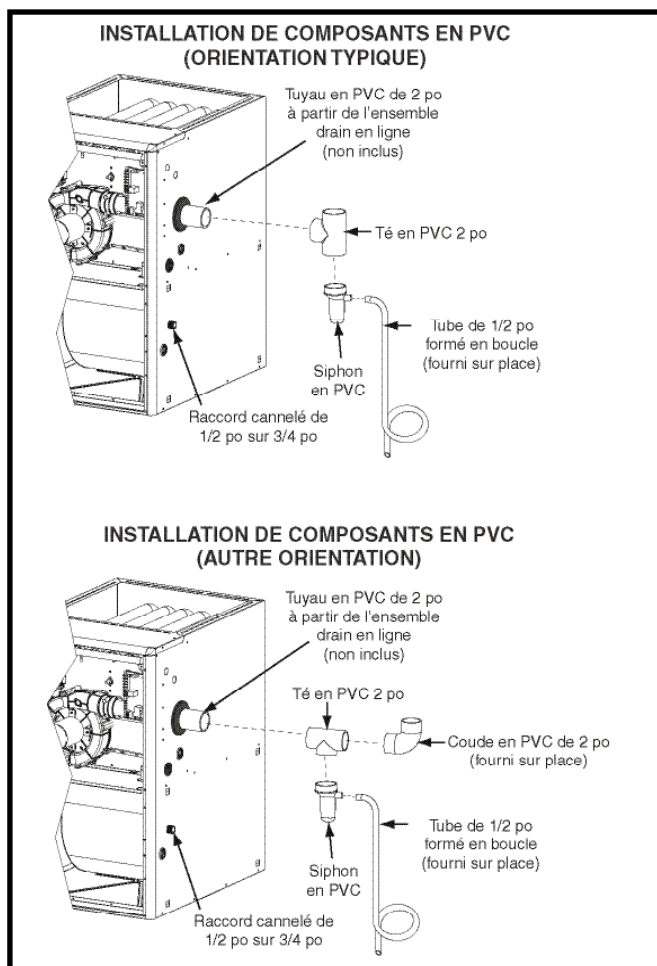

Figure 21. Composants en PVC
- Les composants en PVC de 2 po illustrés à la **Figure 21** ne sont pas fournis dans le sac de pièces supplémentaires. Toutefois, le siphon en PVC (no de pièce 664659) peut être acheté auprès du distributeur de votre région.
Le té en PVC de 2 po, le réducteur, le siphon en PVC de 2 po et le raccord cannelé de 1/2 po X 1/2 po sont utilisés lorsque l'inducteur est orienté pour faire sortir l'évent du côté gauche ou du côté droit de l'armoire du générateur d'air chaud. Consulter la **Figure 21**.
1. Installer le té en PVC à la verticale sur le conduit d'évent de 2 po qui sort par le côté de l'armoire. Coller les deux éléments ensemble de façon permanente au moyen de l'apprêt et de la colle appropriés. Se reporter à l'orientation typique illustrée à la **Figure 21**.
1. Installer le té en PVC à l'horizontale sur le conduit d'évent de 2 po qui sort par le côté de l'armoire. Coller les deux éléments ensemble de façon permanente au moyen de l'apprêt et de la colle appropriés. Se reporter à l'autre orientation illustrée à la **Figure 21**.